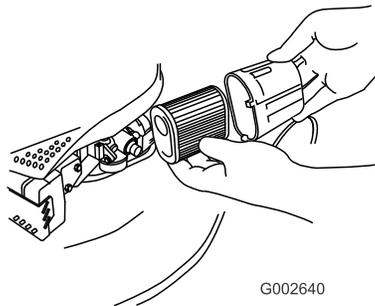

Figura 37
2. Gire la tapa del filtro de aire para retirarla (Figura 37).